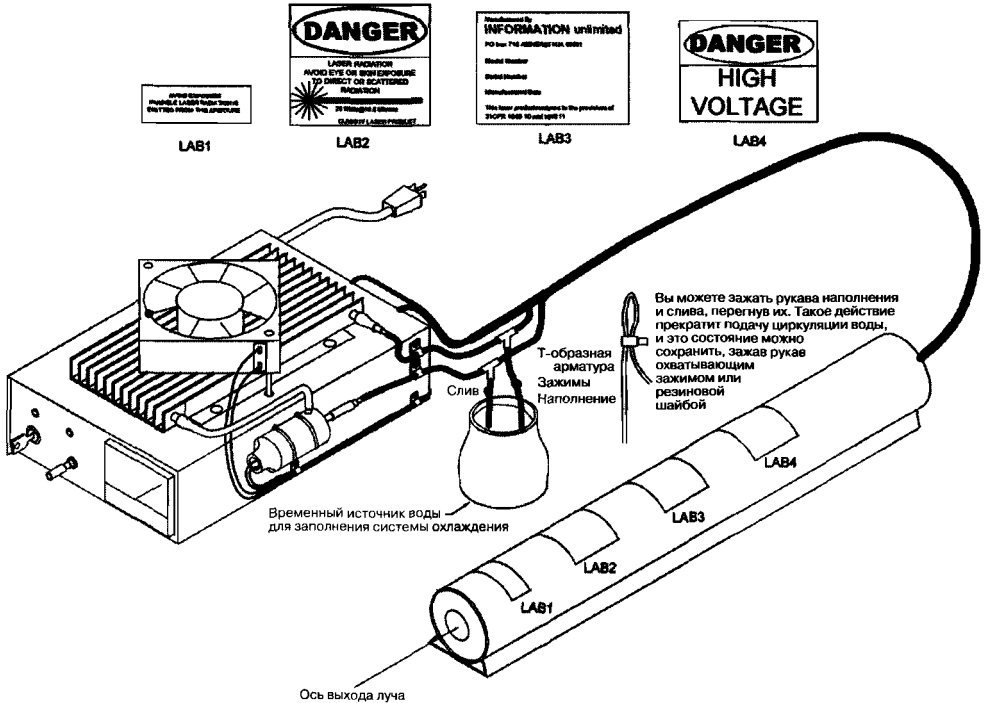

Рис. 8.18. Лазерная система для лабораторного использования с питанием 115 В переменного напряжения с прикрепленными ярлыками
6. Проведите окончательную сборку, как показано на рис. 8.18, но пока не прикрепляйте крышку винтами. Обратите внимание на ярлыки (LAB1-LAB4) поясняющего и запрещающего характера, которые должны быть на внешней стороне лазерной системы.
1. Подготовьте контейнер с чистой питьевой водой и вставьте в него рукава наполнения и слива (см. рис. 8.18). Всасывайте ртом воду из трубки слива до тех пор, пока водяной кожух не наполнится до разумных пределов. Вставьте рукав слива в контейнер с водой и убедитесь, что оба рукава находятся в погруженном в воду состоянии.